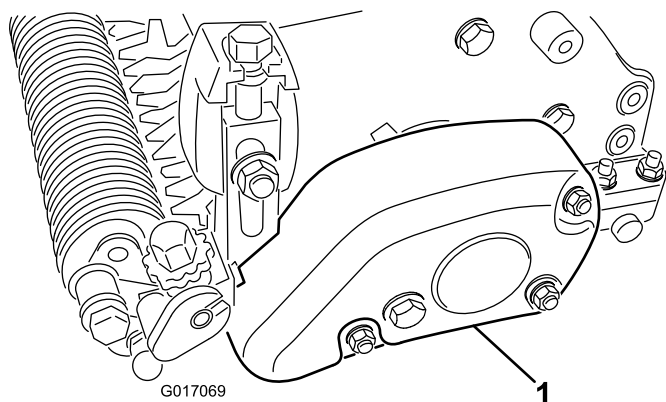

Рисунок 26
1. Снимите кожух ремня с корпуса механической щетки (Рисунок 26).